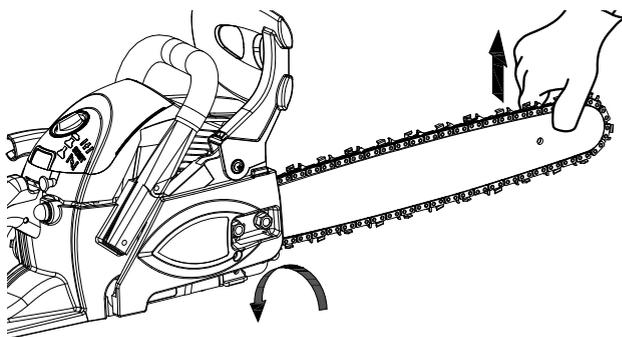

Fig. 28
3. Portez des gants protecteurs pour tenez le couvercle de la embrayage et agitez-le de gauche à droite pour la détacher (Fig. 28).